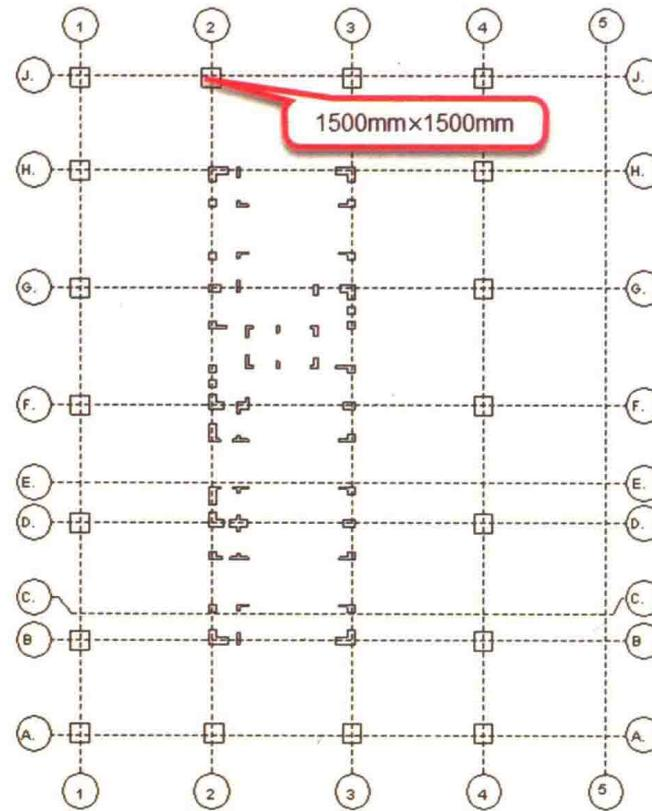

图 1-2-7
(4) 按照以上步骤继续放置尺寸为 $400\text{mm} \times 1200\text{mm}$ 、 $400\text{mm} \times 500\text{mm}$ 和 $500\text{mm} \times 1400\text{mm}$ 结构柱,如图 1-2-7 所示。